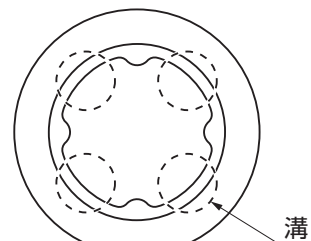

図3-5
- 取付ける際は灯具の板バネ部を押さえ、埋込ベースの内側の溝（図3-5参照）に合わせて取付けてください。